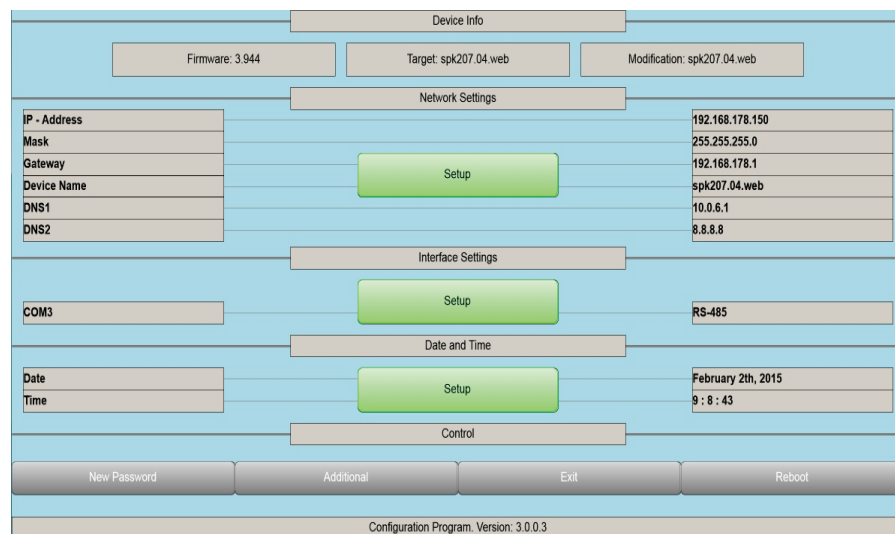

Abb. 7.3 Konfigurationsmodus – SPK207
- Nach Eingabe des Passworts muss die Taste **OK** betätigt werden. Wenn das Passwort korrekt eingegeben wurde, erscheint der Konfigurationsdialog auf dem Bildschirm (Abb. 7.3).